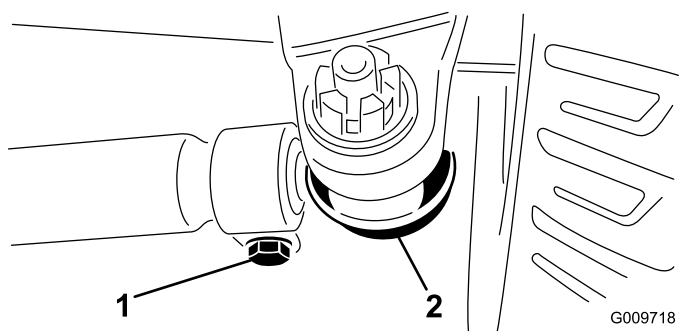

Figura 110
3. Per regolare, togliete la coppiglia e il dado da uno dei giunti a sfera del tirante (Figura 110). Togliete il giunto a sfera del tirante dal supporto della scatola del ponte.
4. Allentate i fermi su entrambe le estremità dei tiranti (Figura 110).